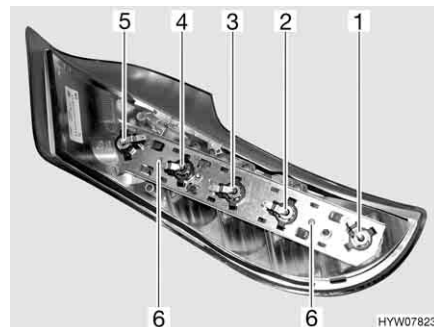

Fig. 104 Luci posteriori (lato posteriore)
- Svitare le due viti Torx (Fig. 104,6) del listello di supporto poste sul lato posteriore dell'involucro.